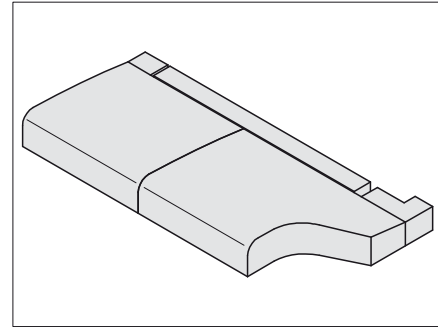
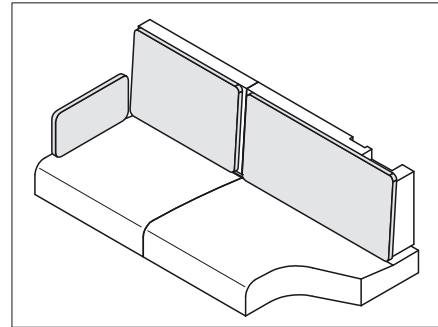

Bild 211 Positionera säten
Bild 213 Dynor för ryggstöd
- Lägg på sits-, ryggstöds- och extradynor så som visas på Bild 211 till Bild 213.